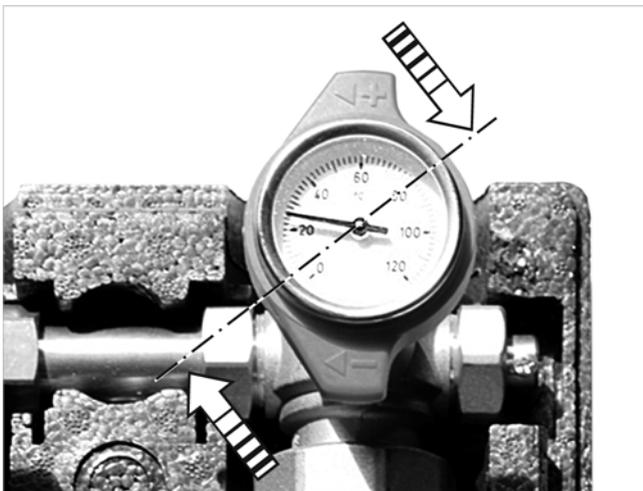

Abb. 6: Kugelhahn mit integriertem Thermometer
- Bei 45° -Schrägstellung des Kugelhahn-Handgriffes (gestrichelte Linie in \rightarrow Abb. 6) ist die Schwerkraftbremse geöffnet.